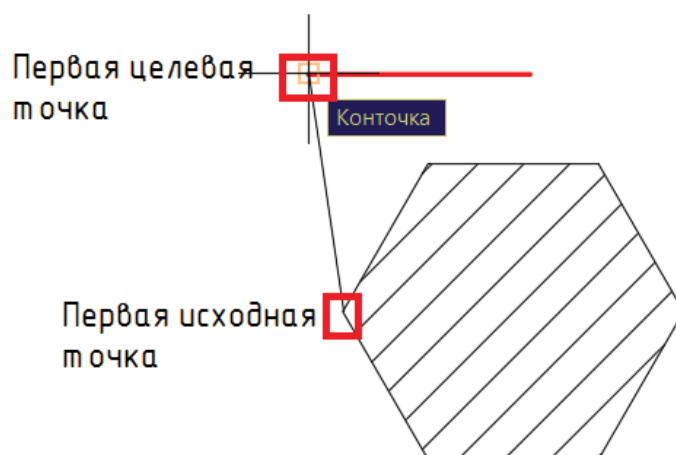

Рис. 2.2.18. Указание первой исходной и первой целевой точек
Выберите объекты:  **ВЫРОВНЯТЬ** Первая исходная точка: укажите курсором левый угол на шестиугольнике (рис. 2.2.18).
**ВЫРОВНЯТЬ** Первая целевая точка: укажите левую точку на отрезке (рис. 2.2.18).